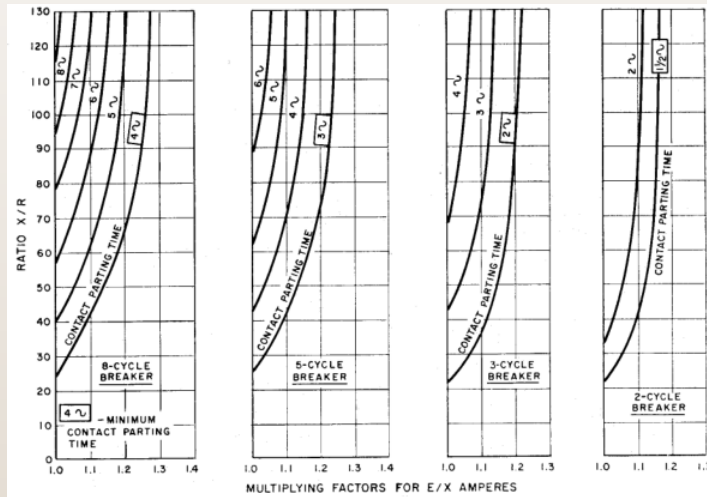

Figure 8—Three-phase fault multiplying factors that include effects of ac and dc decrement [see 6.3.2 a)]
- Corriente de Cortocircuito nominal: Las figs 8,9,10 establecen factores de decremento en fallas trifásicas y monofásicas, según su cercanía con el generador.